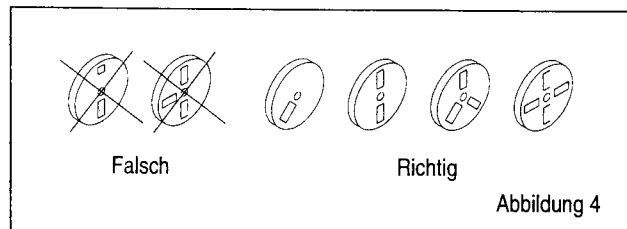

Abbildung 4
- Stets Markierungen derselben Größe verwenden (siehe Abb. 4)
- Die Markierungen in gleichen Abständen verteilen (siehe Abb. 4)